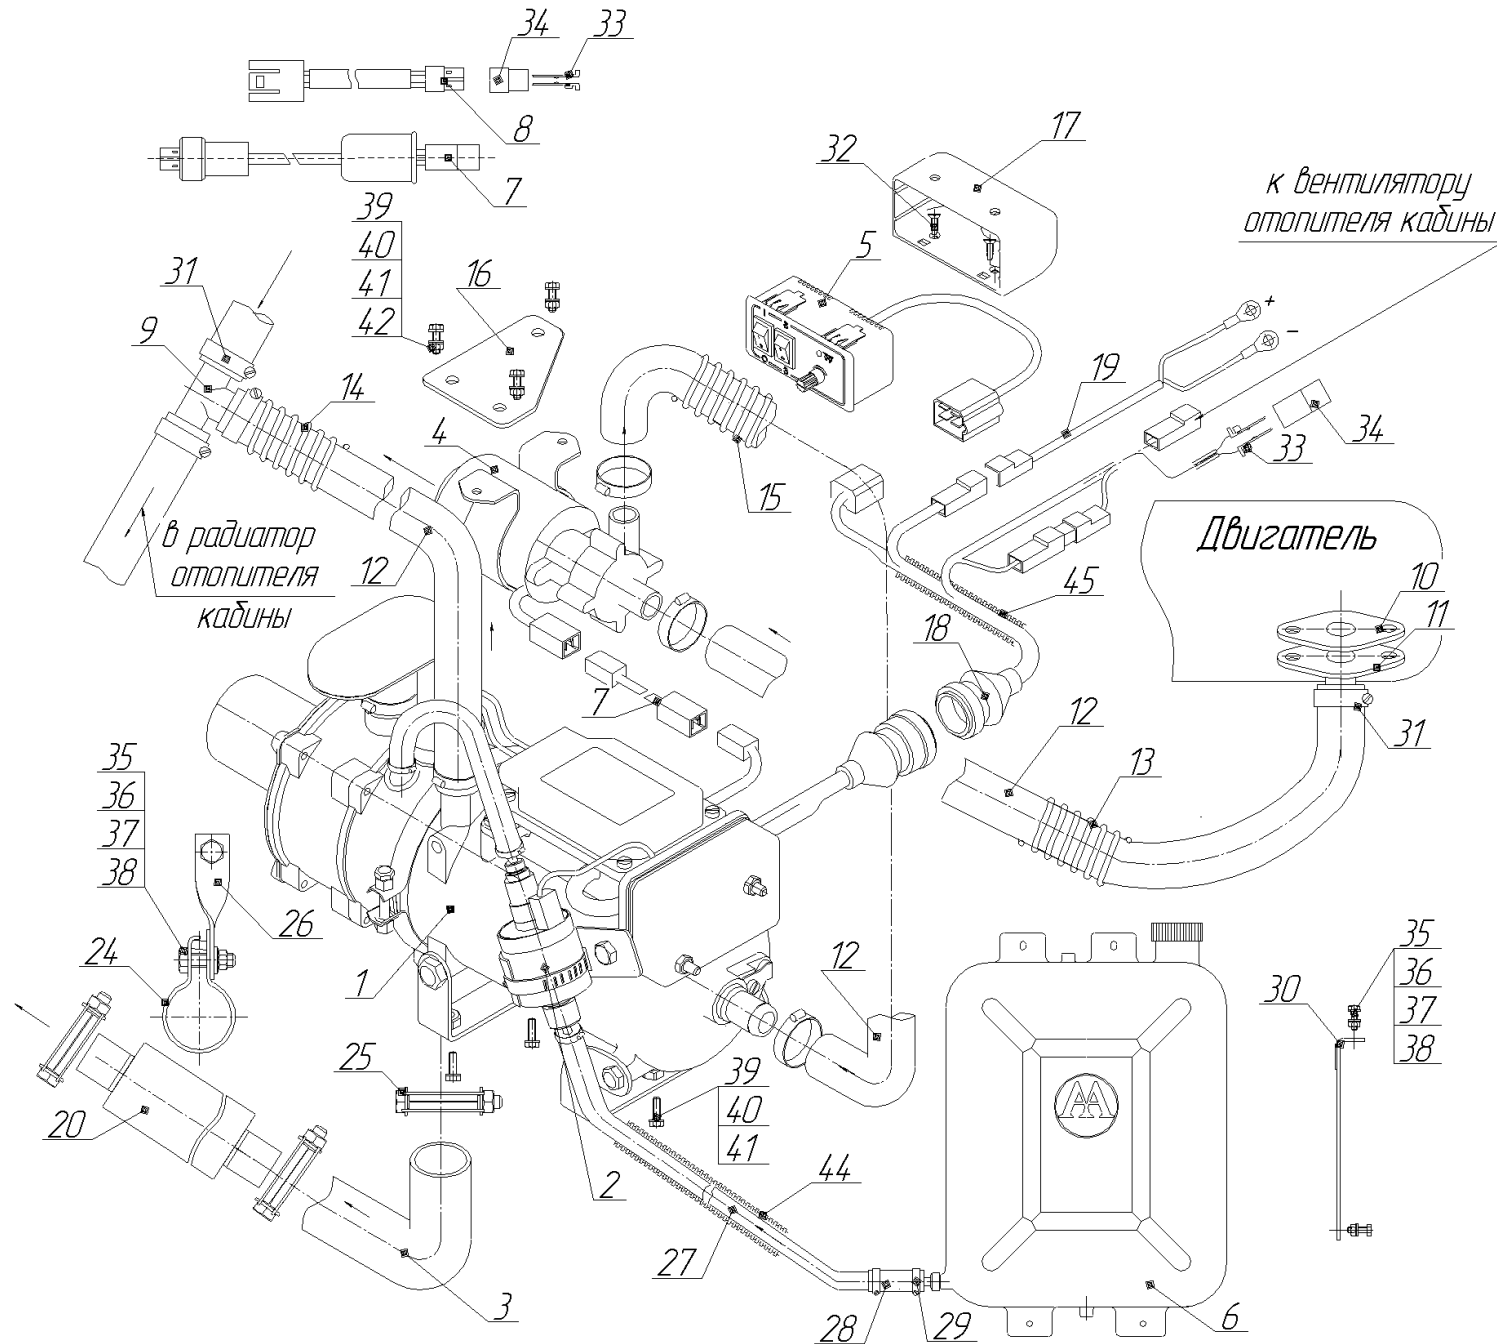

Рис.1- Схеме деления подогревателя.
1) Состав предпусковых подогревателей дизельных согласно схеме деления изделия на составные части – рис. 1 и перечню деталей и сборок – таблица 1: